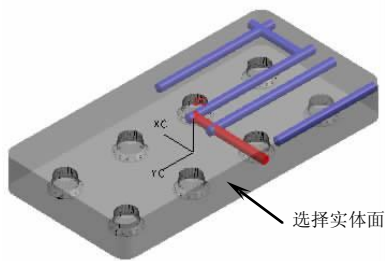

图5-105
- 以相同方法创建冷却水道，设置冷却水道直径为“M8”、“HOLE_1_DEPTH=70”、“HOLE_2_DEPTH=70”，选择实体面作为冷却水道参考面，设置冷却水道坐标为（10，5，0），结果如图 5-105 所示。